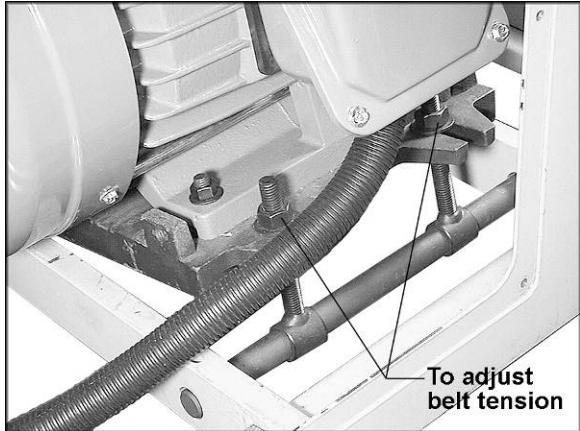

Рис. 5
2. Если необходимо отрегулировать натяжение ремня, то требуется ослабить пару шестигранных гаек См. Рис. 5. и крутить другую пару, чтобы поднять или понизить пластину двигателя. Затем затянуть гайки.